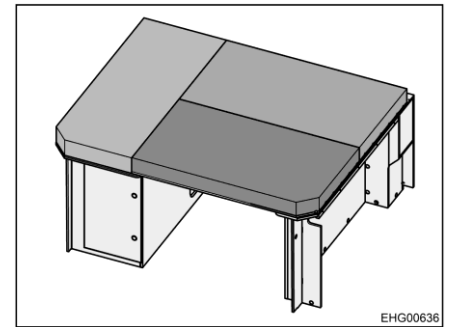

Bild 32 Heckbett (zum Schlafen umgebaut)
- Die Polster wie in Bild 32 dargestellt auf der Liegefläche verteilen.